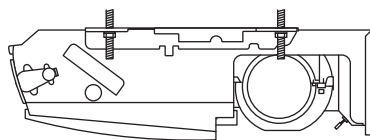

Fig. 3-15
- c) Aperte as 2 porcas hexagonais em cada parafuso de suspensão para suspender a unidade interior como mostrado na Fig. 3-15.